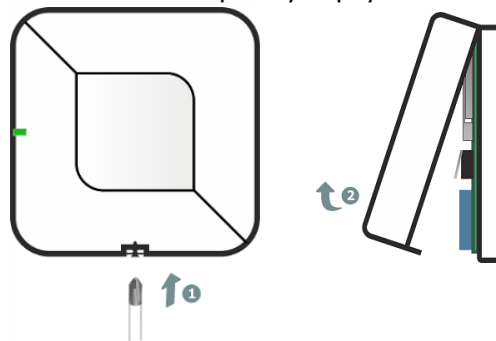

Рисунок 7.1 – Вскрытие корпуса модуля
- 2.1. Если корпус модуля закрыт, то вскройте его (см. рисунок 7.1).
- С помощью индикации на модуле. Для этого вскройте корпус модуля (см. рисунок 7.1) и дважды нажмите на кнопку тампера (3, рисунок 2.1). Посмотрите на индикатор модуля. Соответствие уровня связи и индикации представлено в таблице 10.1.